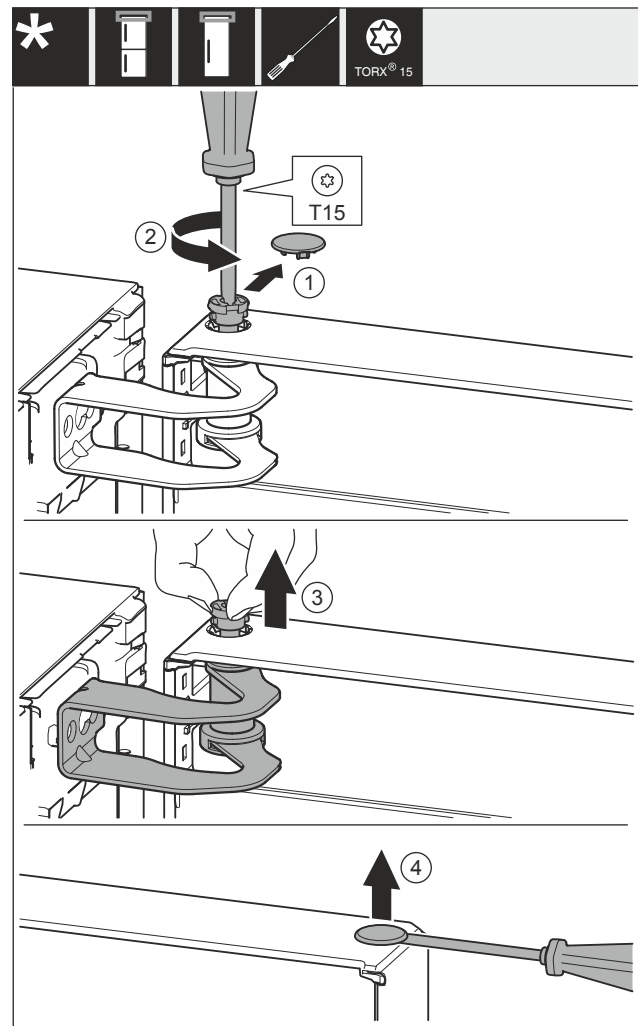

Fig. 18
- ▶ Abdeckung Fig. 18 (1) vorsichtig entfernen.
- ▶ Bolzen Fig. 18 (2) mit Schraubendreher ein Stück herausdrehen.
- ▶ Bolzen Fig. 18 (3) mit den Fingern herausziehen.
- Abdeckung Fig. 18 (4) vorsichtig mit einem Schraubendreher anheben und entfernen.